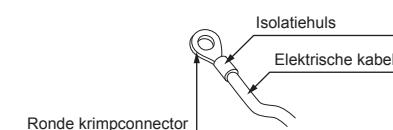

Fig. 6-2
- Plaats het omhulde gedeelte van de elektriciteitskabel en de verbindingenkabel tussen het binnen-/buitenapparaat in de elektrische contactdoos. Gebruik ronde krimpconnectoren voor het binnen-buiten-aansluitpunt en de optionele set voor voedingsaansluitingen. [Fig. 6-2]